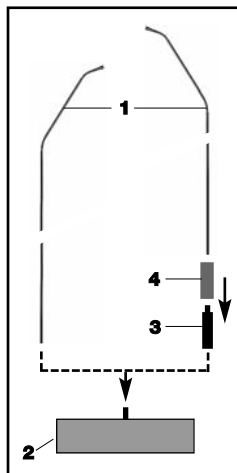

Fig. 7: GN 155 SET
- **Alimentação externa do anel luminoso:** veja capítulo 4.5.1. Veja fig. 7 lado esquerdo